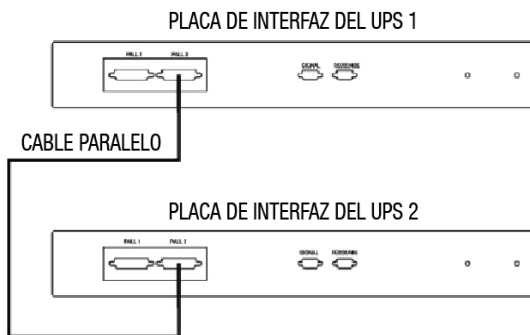

Fig. 4-15 Diagrama de conexiones del cable paralelo
- 4) Utilice el cable paralelo proporcionado, que se encuentra sujeto en la parte baja del UPS1, para conectar las unidades a través del puerto paralelo en las placas de interfaz de cada unidad. Fije los conectores a los puertos utilizando los tornillos. El cable debe pasar por debajo de las unidades. En la Fig. 4-15 se muestra un diagrama de conexiones.